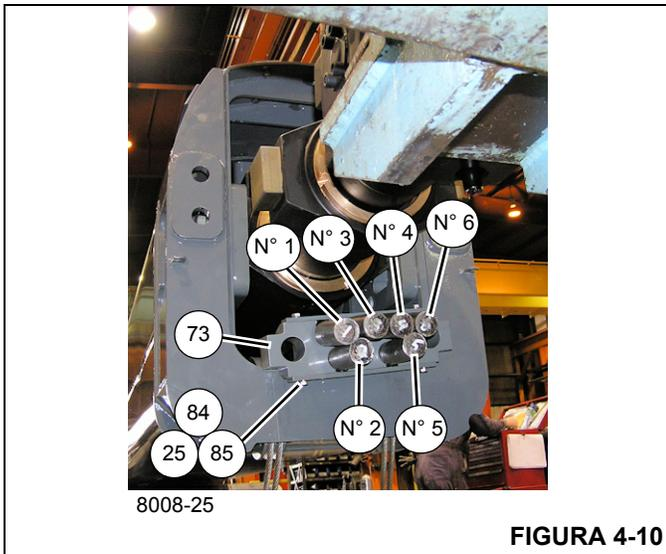

FIGURA 4-10
40. Retire los dos pernos (85) y las arandelas de seguridad (25) que fijan la cubierta de placa (84) a la placa de anclaje (73) y luego retire los cuatro cables de extensión de la sección telescópica 3 (150), etiquetados como 1, 3, 4 y 6, de la placa de anclaje (73) (vea la Figura 4-10).
41. Retire los dos pernos (85) y las arandelas de seguridad (25) que fijan la cubierta de placa (84) a la placa de anclaje (73) y luego retire los dos cables de extensión de la sección telescópica 3 (150), etiquetados como 2 y 5, de la placa de anclaje (73) (vea la Figura 4-10).